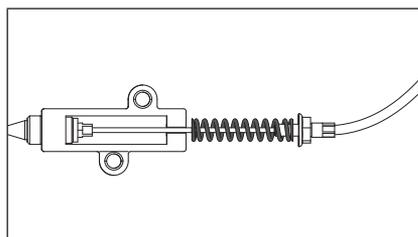

Figure 92
7. Retirez l'ensemble du ressort. (Fig. 92)